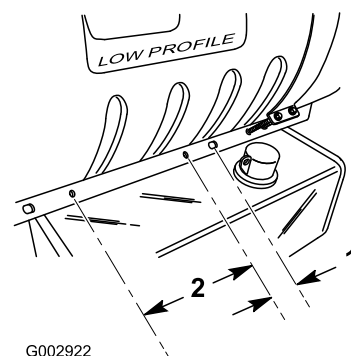

Figure 3
3. Sur le socle de la cuve, à droite de la machine, localisez le troisième trou par rapport à l'avant de la machine. Mesurez et marquez un point sur le socle de la cuve à 5 cm derrière le centre du 3ème trou (Figure 3).
4. À partir du repère, mesurez 25 cm en arrière et marquez cet emplacement (Figure 3).
5. Percez 2 trous (1,2 cm de diamètre) aux emplacements repérés, centrés verticalement dans le socle de la cuve (Figure 3).